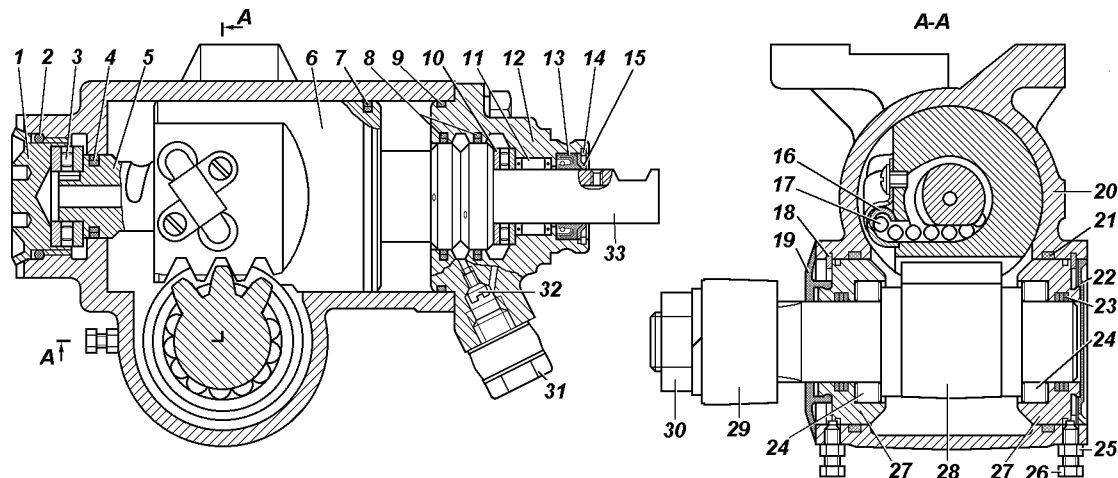

Рис. 7.6. Рулевой механизм с гидроусилителем:
1. Закрепить рулевой механизм в тисках так, чтобы нагнетательное и сливное отверстия (отверстия под штуцеры) были внизу. Поворачивая вручную вал-золотник 33 (рис. 7.6), слить масло из механизма.